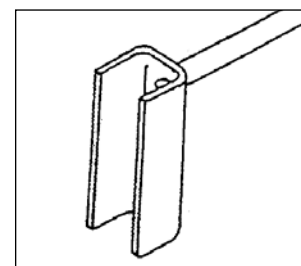

Рисунок 4.8 - Ключ специальный S=24 мм
4.1.16 Ввести ОК вместе с собранным штуцером в патрубок оголовника. Надвинуть на сердечник ОК шайбу и гайку в соответствии с рисунком 4.12. Навинтить гайку на штуцер, пользуясь специальным ключом (рисунок 4.8), удерживая собранный штуцер ключом S=24 мм.